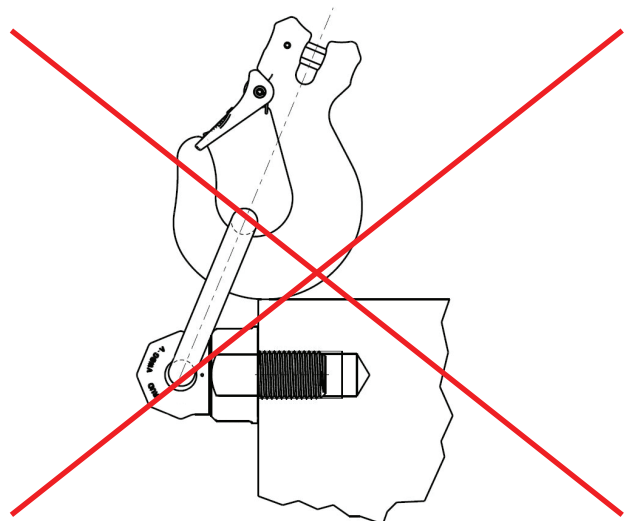

Figura 2: Contatti ed appoggi anomali vietati
*L'anello di carico del golfare, una volta connesso al sistema di sollevamento, dev'essere libero di ruotare senza interferenze durante le movimentazioni e non deve toccare il bordo del carico o appoggiarsi alla base del VWBG-V (vedi figura 2).*